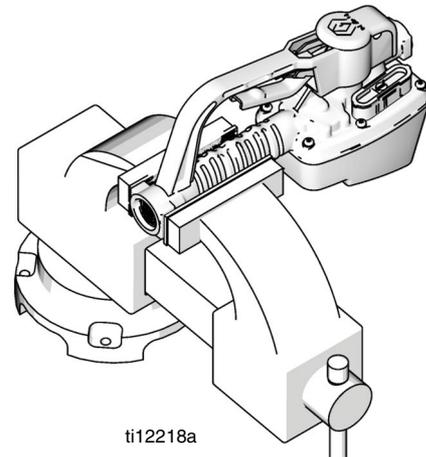

FIG. 4
4. Afirme el contador en un tornillo de banco (FIG. 4).